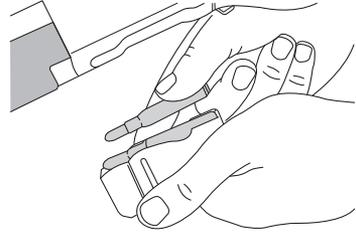

IMAGEN 10
7. Introduzca en el cargador cuatro cartuchos del calibre correcto, uno a uno. Coloque las balas alineadas hacia la recámara. Véase la Imagen 10.